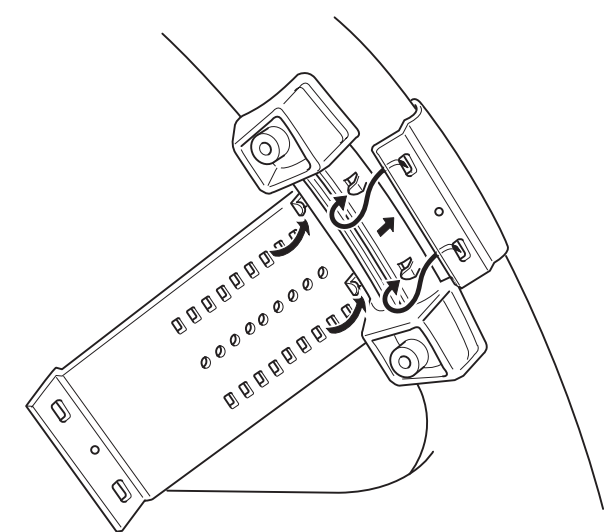

Fig. 6, Abb. 6, Afb. 6
1. Secure inner holder Ⓐ to the inner circumference of the steering wheel with belt Ⓒ (Fig. 6).
- Fit the inner holder Ⓐ to the steering wheel so that the arrow-marked side faces the driver as shown by Fig. 6.
1. Asegure el sujetador interior Ⓐ en el interior de la circunferencia del volante con la correa Ⓒ (Fig. 6).
- Instale el sujetador interior Ⓐ al volante de dirección de tal manera que el lado marcado con una flecha se dirija al conductor, tal como se muestra en la Fig. 6.
1. Den Innenhalter Ⓐ mit dem Riemen Ⓒ am Innenkreis des Lenkrads anbringen (Abb. 6).
- Den Innenhalter Ⓐ so am Lenkrad anbringen, daß die mit dem Pfeil markierte Seite zum Fahrer weist, wie in Abb. 6 gezeigt.
1. Fixer le support interne Ⓐ à la circonférence intérieure du volant de direction avec la courroie Ⓒ (Fig. 6).
- Fixer le support interne Ⓐ au volant de direction de sorte que le côté marqué d'une flèche soit face au conducteur, comme illustré sur la Fig. 6.
1. Assicurare il supporto interno Ⓐ alla circonferenza interna del volante con la cinghia Ⓒ (Fig. 6).
- Montare il supporto interno Ⓐ sul volante in modo che il lato contrassegnato dalla freccia sia rivolto verso il guidatore come mostrato dalla Fig. 6.